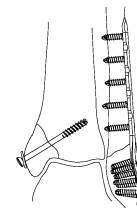

図 30
- 7) ガイドピンを取り外し, インプラントの状態を正面像及び側面像で確認し, 縫合して手術を終了します。 (図 30)
- 1) ヘクスローブ 15 ドライバーを用いてスクリーを抜去します。 (図 30) 抜去時に生じるプレートの回旋を防ぐため, 抜去時は, すべてのスクリーを完全に抜去する前に一度緩めた状態にし, 順次スクリーを抜去します。